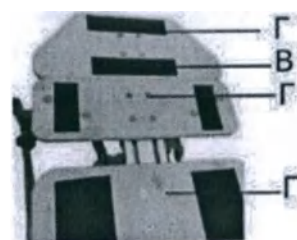

Рис.74
2) Регулировка грудного и промежуточного модулей по высоте (рис.74)